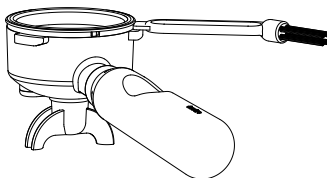

Abb. 13: Mit dem hinteren Ende der Reinigungsbürste kannst du den Filter vom Siebträger (12) lösen.
4. Setze den leeren Bohnentrichter wieder ein, OHNE das Mahlwerk auszutauschen. Abb. 13: Mit dem hinteren Ende der Reinigungsbürste kannst du den Filter vom Siebträger (12) lösen. Wenn das Pulver im Inneren nicht vollständig entfernt wurde, wiederhole bitte die Schritte 3 und 4.